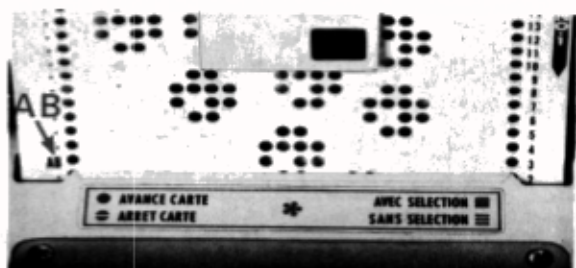

Fig. 113
- Les symboles doivent se lire lorsqu'ils apparaissent **au-dessus** de la fente du lecteur et non pas lorsqu'ils sont **en-dessous** de cette fente (fig. 113).